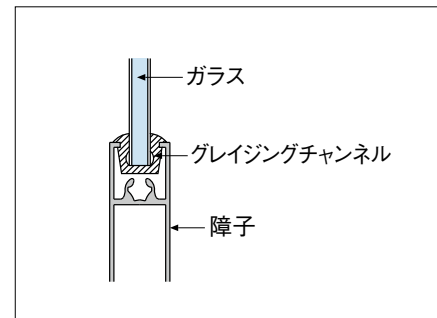

図2
#### ① グレイジングチャンネル構法 < 図2 参照 >